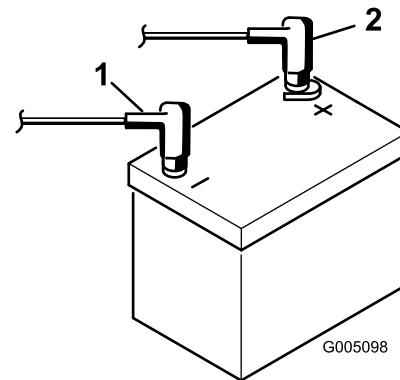

Figura 7
9. Conecte el cable positivo (rojo) al borne positivo (+) y el cable negativo (negro) al borne negativo (–) de la batería y sujetelos usando los pernos y las tuercas (Figura 7). Deslice la cubierta de goma sobre el terminal positivo para evitar posibles cortocircuitos eléctricos.